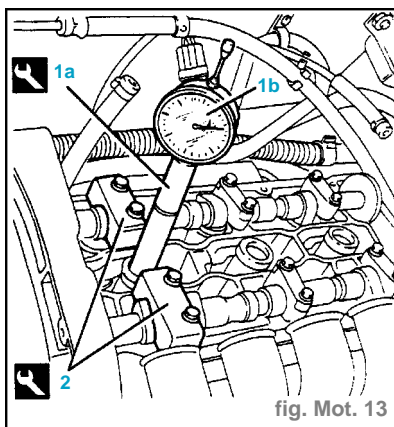

fig. Mot. 13
- Monter l'outil (1a) muni d'un comparateur (1b) au niveau du logement de la bougie du cylindre N°1 (fig.Mot. 13).
- Déposer les supports des arbres à cames B et G au niveau de la culasse arrière et monter à leur place les gabarits (2) (fig. Mot. 13).